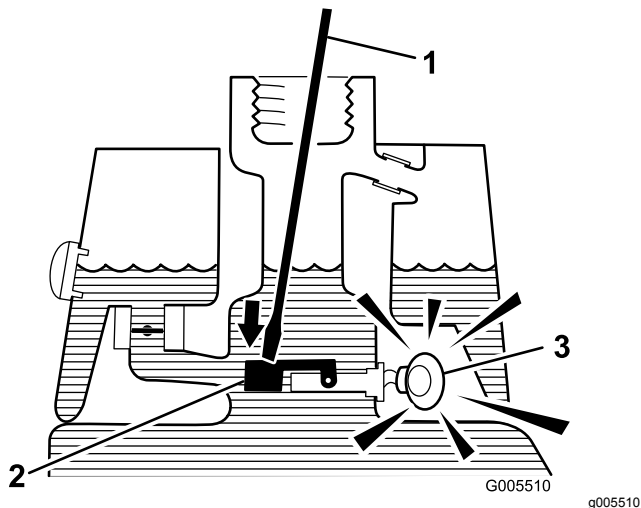

Figura 26
3. Insira uma barra ou uma chave de parafusos no bocal do depósito e empurre com cuidado o comutador de bóia (Figura 26). O alarme deverá ser ativado ao fim do período de desfasamento de um segundo.